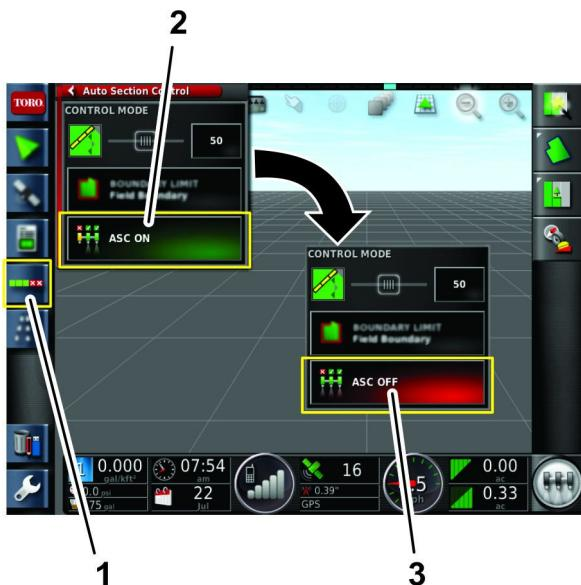

图 94
- 打开 ASC 自动喷洒段控制器图标 图 94。
- 按 ASC 图标至关闭 图 94。